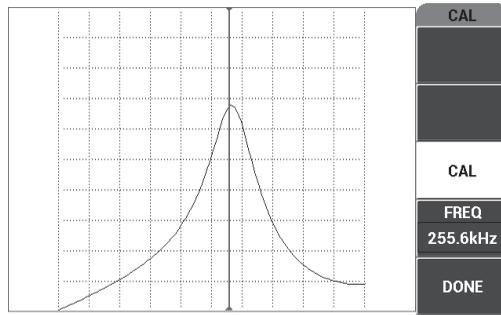

Figura 6-47 Pantalla CAL
6. Seleccione **DONE** (tecla de función E). Ver la Figura 6-47 en la página 172.